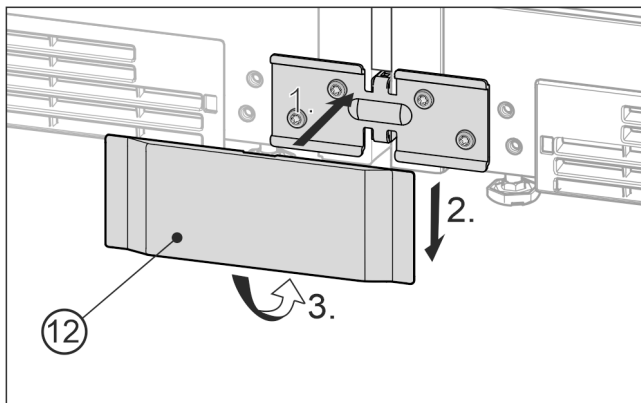

Fig. 25 Zobrazení příkladu
- Dolní kryt Fig. 25 (12) nasadíte zepředu na úhelník Fig. 25 (1), zasuňte dolů Fig. 25 (2) a dole zatlačte do západek Fig. 25 (3).